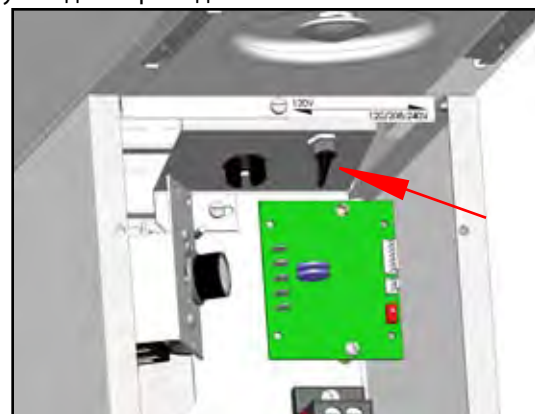

Рис. 5-1 Переключатель напря-
4. Снимите переднюю панель под насадками. (На моделях с двумя напряжениями питания установите переключатель напряжения в соответствующее положение, см. рис. 5-1).